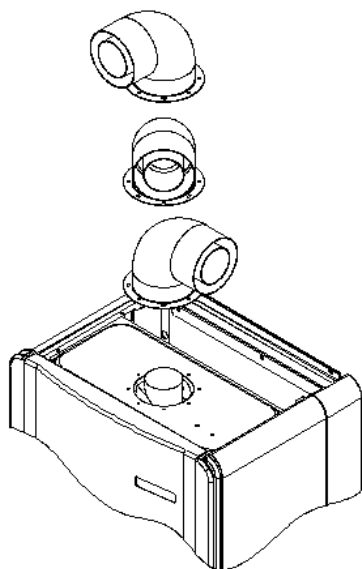

Рисунок 14
- Одни из частей набора герметической вытяжки, могут быть вмонтированы в зависимости от желаемого угла колена в 90, а также необходимо учесть вращение в 360 угла для котла. (Рис. 14)